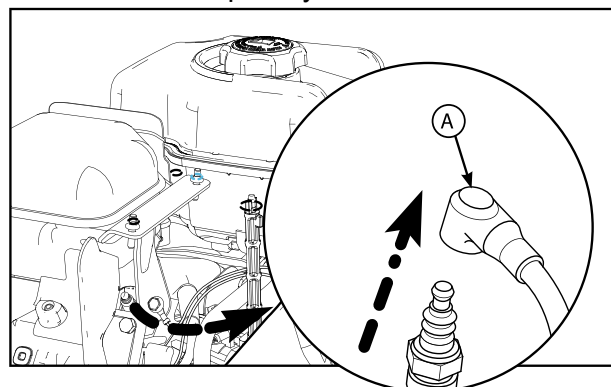

Рис. 12
1. Когда двигатель заглушён, но еще теплый, отсоедините провод свечи зажигания (А, рис. 12) и отведите его от свечи.